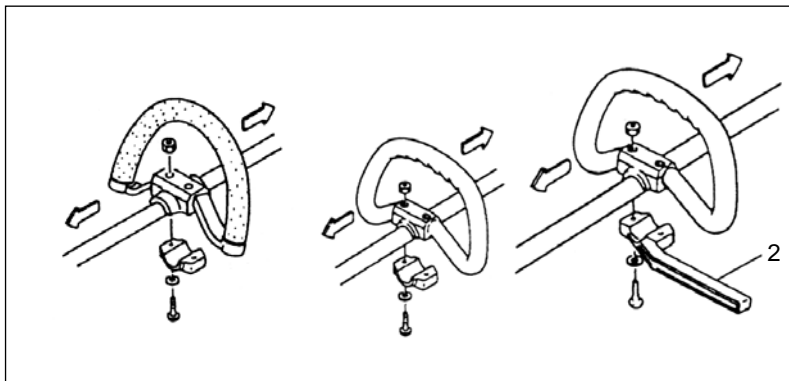

Рис.1-2
Если Вы применяете стальные/твёрдые лезвия на триммерах с прямолинейным валом или режущих инструментах для кустарника, всегда используйте защитную шину (2) и плечевой ремень с петлёй. (Рис.1-2)